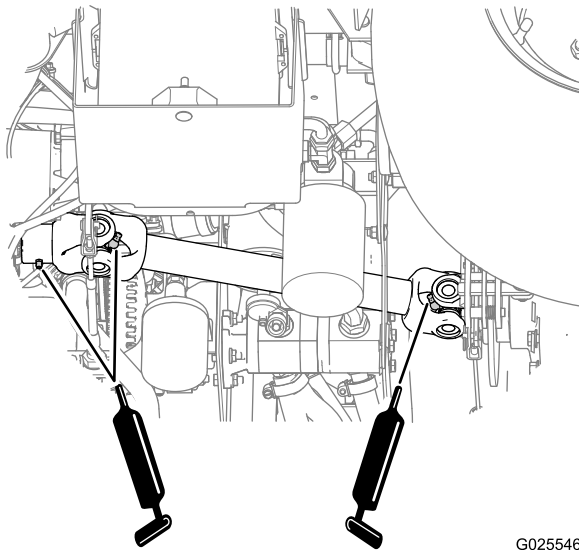

Figura 39
- **Articulaciones de cardán del árbol de transmisión (2)**; consulte la Figura 39
- **Horquilla deslizante (1)**; consulte la Figura 39